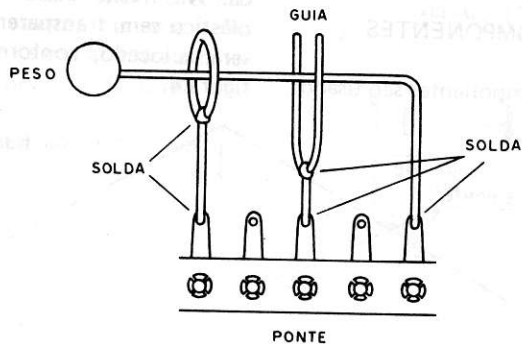

figura 5
O sensor será construído com pedaços de fios grossos descascados, conforme a figura 5.
f) Complete esta fase com a ligação dos pedaços de fio descascado que formam o sensor. Veja a figura 5 se tiver dúvidas.